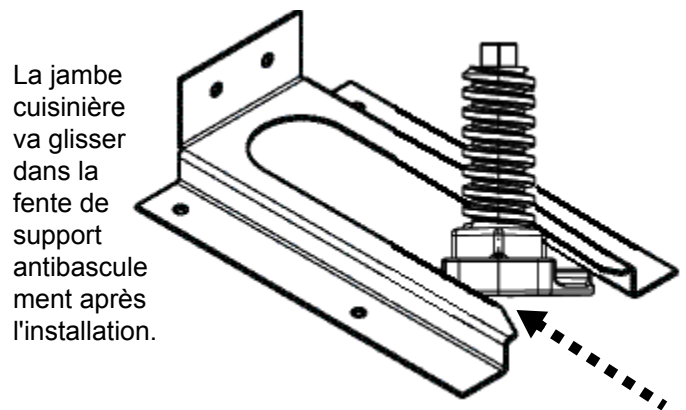

Figure 7 : Patte antibasculer
1. Placez la patte sur l'emplacement comme indiqué à la Figure 7 (30" et 36" la patte peut être utilisée dans un des coins de l'installation).